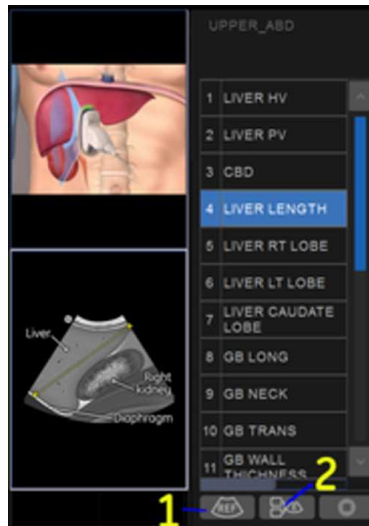

Abbildung 13-121. Vorschau – Scan-Coach
5. Wählen Sie ein Programm (zum Beispiel „LEBERLÄNGE“) aus, und drücken Sie dann die Schaltfläche 1 (siehe Abbildung 13-121), um das Referenzbild anzuzeigen.
6. Das Referenzbild wird angezeigt. Drücken Sie dann die Schaltfläche **2** (siehe Abbildung 13-121), um auch die Sondenposition und das Schema anzuzeigen.